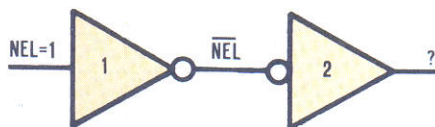

FIGURA 8-3
11. A saída do inversor 2 na figura 8-3, com uma entrada «1», binária, será: